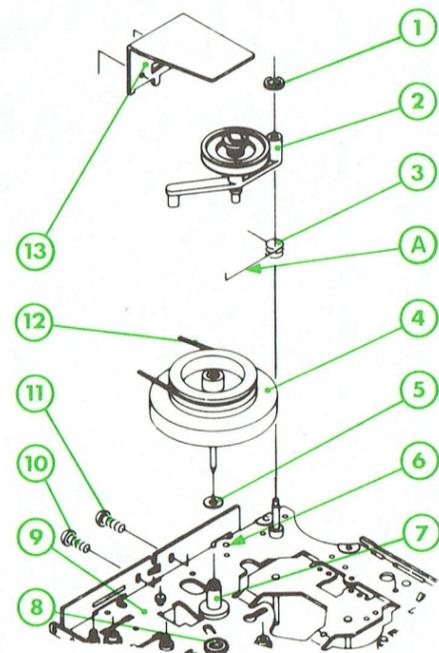

Fig. 3
## K — DEMONTAGE DU VOLANT (Fig. 3)
### 1° - Courroie d'entraînement (12) du volant (4) (Fig. 3)
- Après remplacement de la courroie d'entraînement (12) procéder au réglage du jeu axial du volant (4) (voir chapitre IV CONTROLES ET REGLAGES MECANIKES).